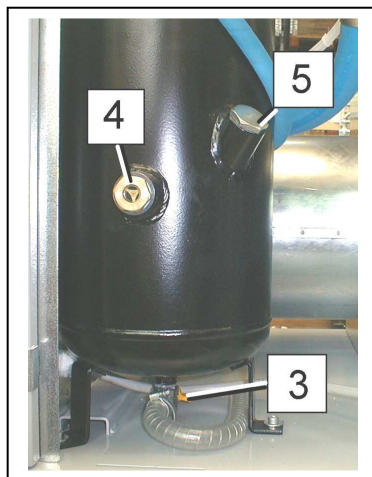

РИС. 14
- Нажмите на кнопку "STOP", ссылка 1, рисунок 14
- МЕДЛЕННО поверните кран, ссылка 3, рисунок 14, и дайте конденсату стечь.
- Проверьте уровень масла по индикатору, ссылка 4, рисунок 14
- Выключите машину при помощи и кнопки, ссылка 1, рисунок 14: при этом способе машина остановится через несколько секунд холостого хода.
- Медленно откройте масляную пробку, ссылка 5, рисунок 14
- Дополните масла до максимального уровня, ссылка 4, рисунок 14, используя масло того же типа, которое находится в компрессоре.
- Закройте крышку масляного бака, ссылка 8, рисунок 14.